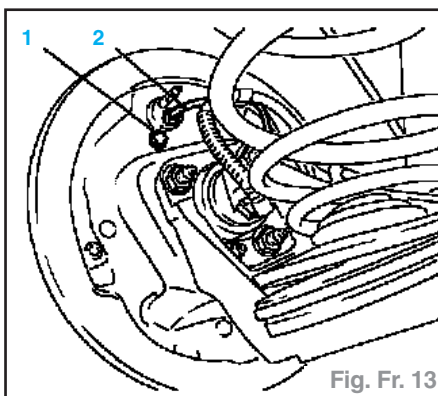

Fig. Fr. 13
- Dévisser la conduite (2), déposer les vis (1) et le cylindre de roue (Fig. Fr. 13).